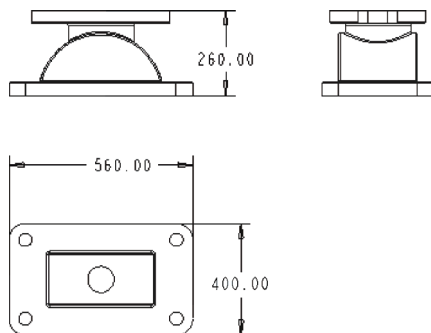

图 14-92 修改尺寸标注
STEP 04 单击“确定”按钮, 即可修改尺寸标注, 效果如图 14-92 所示。